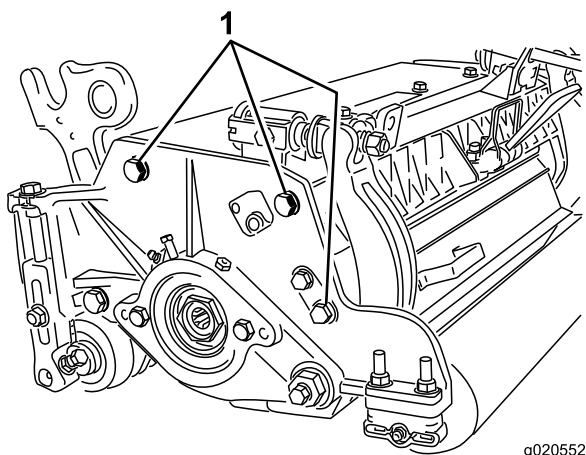

**Figura 20**
1. Ajuste os suportes do rolo traseiro (Figura 20) na altura desejada do limite de corte posicionando a quantidade necessária de espaçadores por baixo da flange de montagem da placa lateral (Figura 20) de acordo com o quadro de altura de corte.